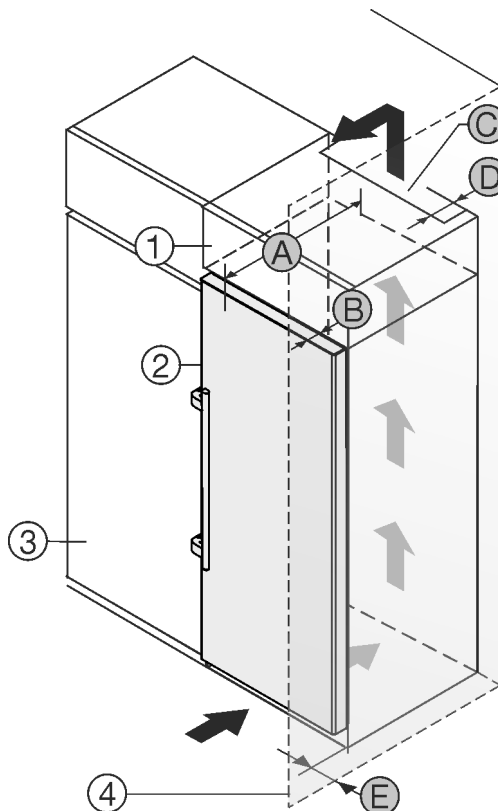

Fig. 1
- (1) Nastavná skříňka
- (2) Příklad
- (3) Kuchyňská skříň
- (4) Stěna
- (A) Hloubka přístroje
- (B) Hloubka dvířek
- (C) Ventilační průřez
- (D) Vzdálenost zadní strany přístroje
- (E) Vzdálenost k zadní straně přístroje
Můžete přístroj nainstalovat přímo vedle kuchyňské skříňky Fig. 1 (3).
Na zadní straně nastavné skříňky musí být větrací šachta hluboká Fig. 1 (D) přes celou šířku nastavné skříňky.
Pod stropem místnosti musí být dodržen ventilační průřez Fig. 1 (C).
Když přístroj instalujete závěsy vedle stěny Fig. 1 (4), musí být vzdálenost mezi přístrojem a stěnou minimálně 57 mm. To odpovídá přesahu madla při otevřených dvířkách.
Aby bylo možné dvířka plně otevřít, musí přístroj přesahovat o hloubku dvířek Fig. 1 (B) vůči přední linii kuchyňské skříňky. V závislosti na hloubce kuchyňských skříňek Fig. 1 (3) a použití vymezočů odstupů od stěny může přístroj vyčnívat dále.